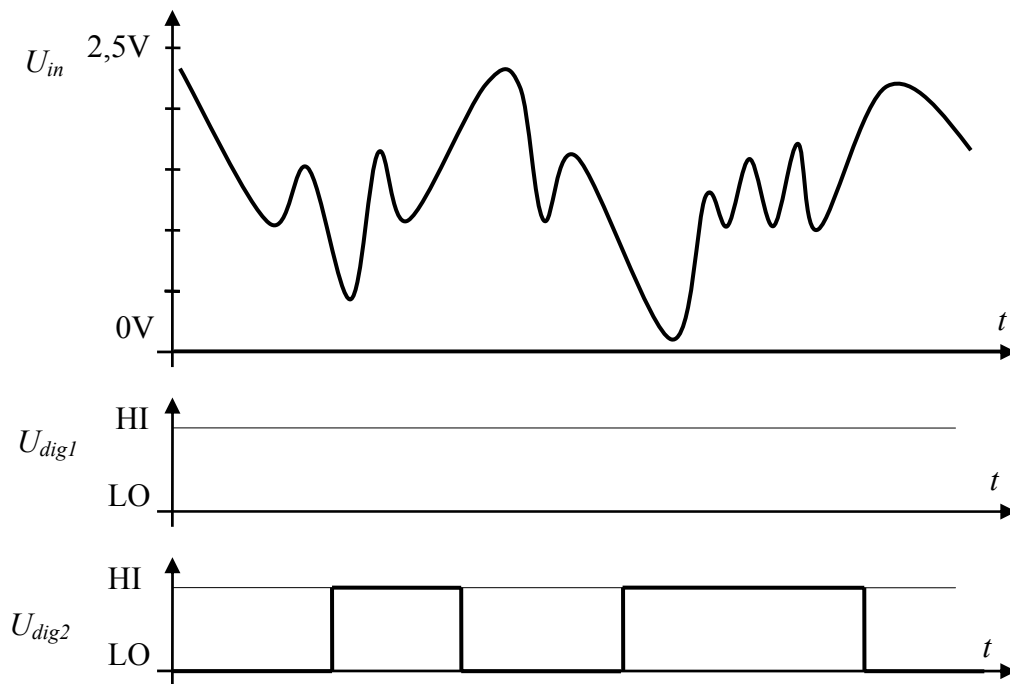

Abbildung 3.1
In Abbildung 3.1 ist ein analoger Spannungsverlauf  $U_{in}$  gegeben.
- (a) Dieses Signal  $U_{in}$  wird an einen Eingang eines digitalen Gatters mit Schwellwert  $U_{th} = 1,25\text{V}$  (ohne Hysterese) gelegt. Ergänzen Sie in Abbildung 3.1 den Spannungsverlauf  $U_{dig1}$  nach der Digitalisierung!